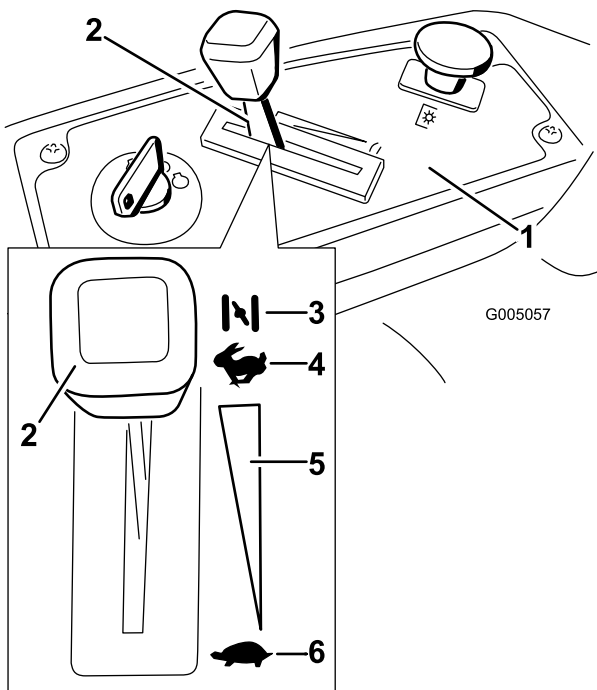

Figura 12
3. Mueva la palanca del acelerador a la posición Estárter antes de arrancar el motor si éste está frío (Figura 12).
5. Cuando el motor arranque, mueva el acelerador a la posición Rápido (Figura 12). Si el motor se cala o funciona irregularmente, vuelva a colocar el acelerador en Estárter durante unos segundos. Repita este procedimiento tantas veces como sea necesario.
3. Gire la llave de contacto a la posición Desconectado (Figura 12) y retire la llave.